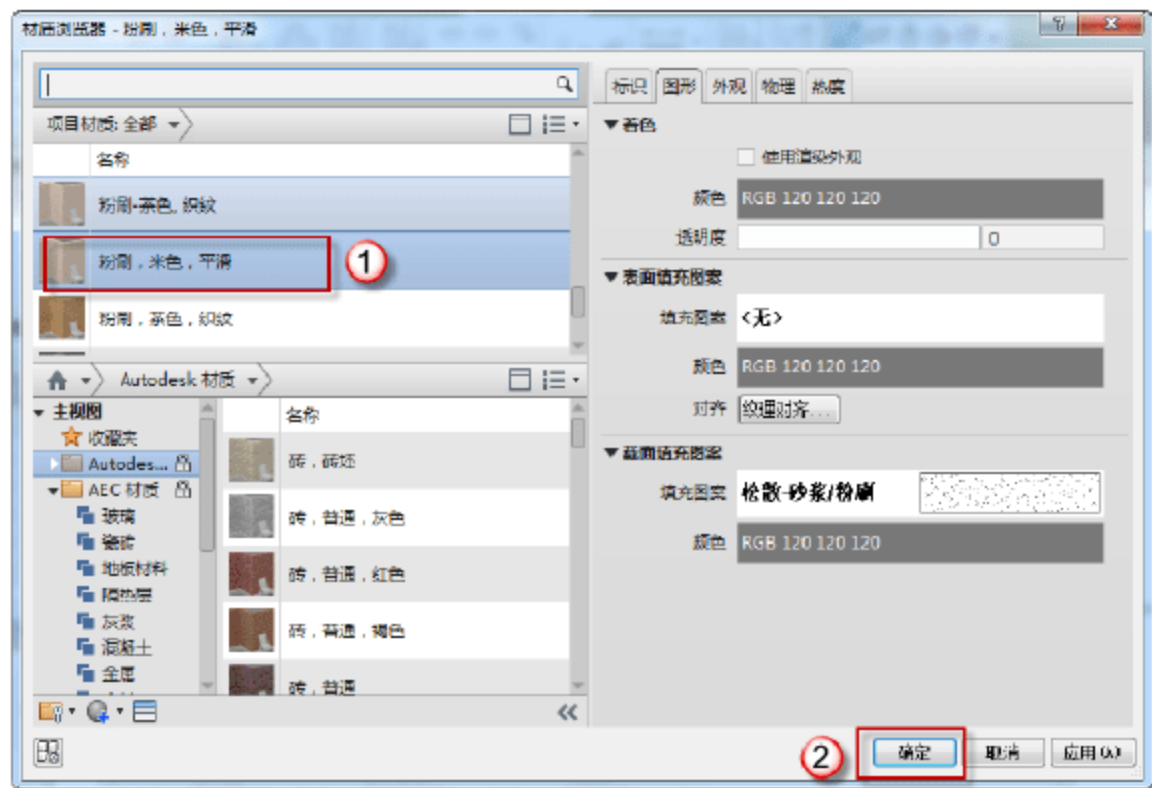

图 9.1.33 编辑“面层 2 [5]”材质
(6) 编辑“面层 2 [5]”材质。在“编辑部件”对话框中,单击“面层 2 [5]”对应的“材质”单元格右上角的“浏览”按钮,在弹出的“材质浏览器”对话框中,在“项目材质:全部”下选择“粉刷,米色,平滑”,单击“确定”按钮,返回“编辑部件”对话框,如图 9.1.33 所示。然后在“编辑部件”对话框中将其对应的厚度改为“10mm”。